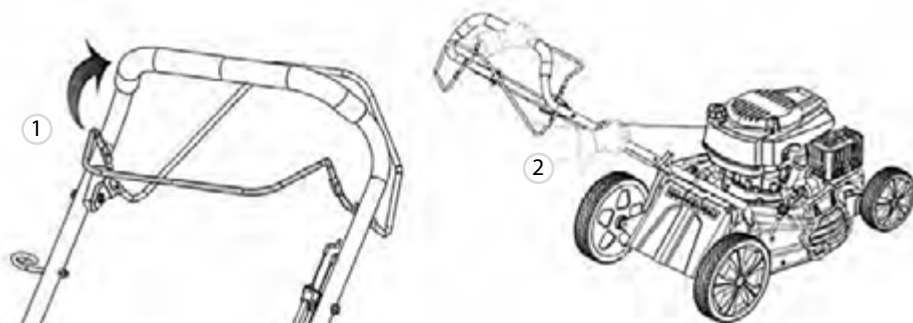
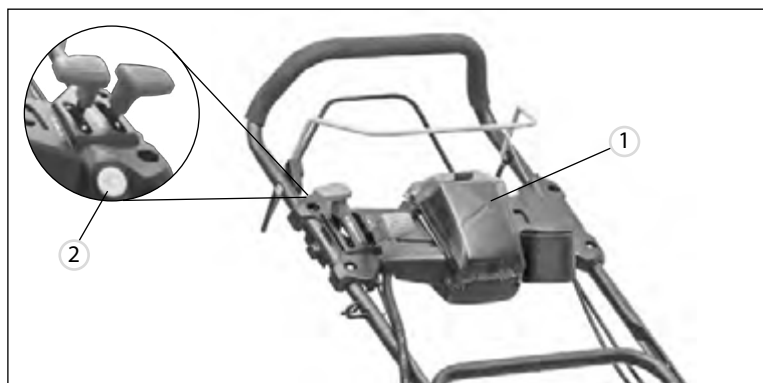

Рис. 10
Рис. 11
4. Для ручного запуска нажмите рычаг привода ножа 1 (рис. 10), медленно вытащите шнур ручного стартера, пока не почувствуете сопротивление, а затем быстро потяните его (2, рис. 10). Повторите данный процесс несколько раз до запуска двигателя.
5. Для запуска модели GLD-520SP-VE с помощью электростартера установите заряженный аккумулятор в специальное гнездо 1 (рис. 11) на панели и, зажав рычаг привода ножа 1 (рис. 10), нажмите на кнопку старта 2 (рис. 11) до запуска двигателя.